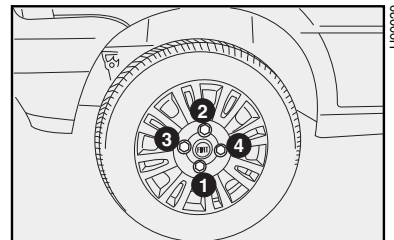

fig. 9
13) Apriete a fondo los tornillos, pasando de un tornillo al otro diametralmente opuesto siguiendo el orden ilustrado en la **fig. 9**.